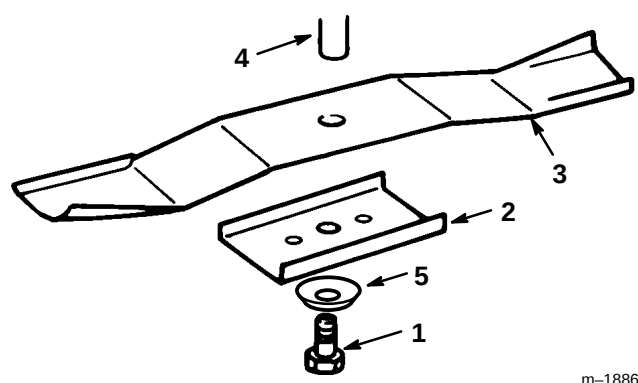

Abbildung 33
3. Schraube (16 mm (5/8") -Schlüssel), Spannscheibe, Halter und Schnittemesser entfernen (Abb. 33). Zwischen Schnittemesser und Mähwerk kann ein Holzklötz gekeilt werden, um das Schnittemesser beim Entfernen der Schraube zu blockieren.
1. Schnittemesser, Schnittemesserhalter, Spannscheibe (Schalenseite zum Messer) und Schnittemesserschraube anbringen (Abb. 33).